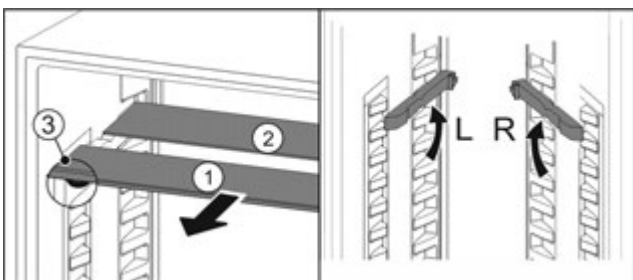

Fig. 57
- ▶ Посуньте Fig. 57 (1) скляну панель вперед.
- ▷ Скляна панель Fig. 57 (1) з декоративною планкою лежить спереду.
- ▷ Стопори Fig. 57 (3) показують вниз.